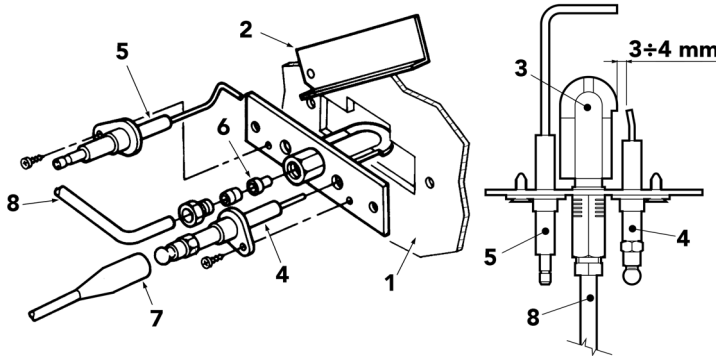

fig. 9 - Brûleur pilote
- Les électrodes doivent être libres de toute incrustation et positionnées correctement (voir fig. 9).
Après quelques tentatives d'allumage, la centrale électronique bloque la chaudière.	Nettoyer à l'air comprimé les gicleurs des brûleurs pilotes. Contrôler l'arrivée régulière du gaz à la chaudière et que l'air est éliminé des tuyaux. Contrôler que les électrodes sont positionnées correctement et ne présentent aucune incrustation (voir fig. 9). Vérifier que la chaudière soit pourvue d'une bonne mise à la terre. Contrôler les branchements électriques aux électrodes d'allumage et d'ionisation.
En phase d'allumage, la décharge des électrodes n'a pas lieu.	Contrôler que les électrodes sont positionnées correctement et ne présentent aucune incrustation (voir fig. 9). Thermostat de réglage réglé trop bas. Contrôler l'alimentation électrique. Contrôler les branchements électriques aux électrodes d'allumage et d'ionisation. Contrôler les branchements électriques au module électronique de contrôle de flamme. Vérifier que PHASE et NEUTRE ne soient pas inversés et que les contacts à la masse soient effectifs. Vérifier la pression du gaz à l'entrée et les éventuels pressostats de gaz ouverts. Réarmer le thermostat de sécurité. Réarmer le thermostat des fumées. S'assurer que le thermostat d'ambiance soit fermé.